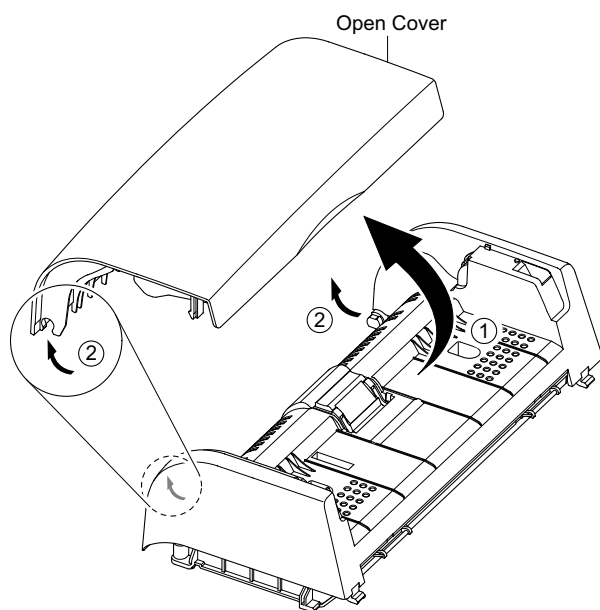

Рисунок 5
6. Раскройте крышку открывания и снимите ее в направлении стрелки, рисунок 5.